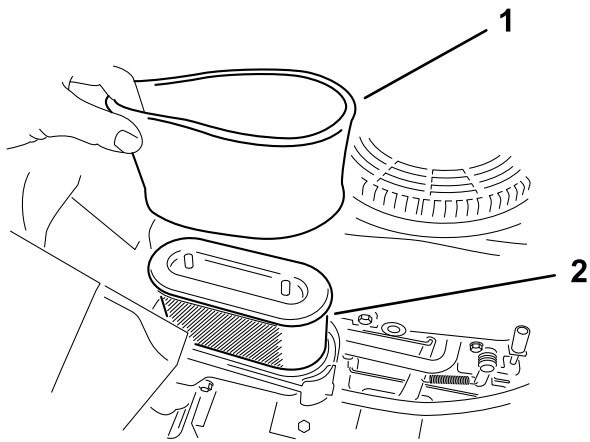

Figure 37
5. Retirez délicatement les éléments en mousse et en papier du boîtier du filtre à air (Figure 37).
**Remarque:** Remplacez-le s'il est très encrassé (Figure 37).
1. Placez l'élément en mousse sur l'élément en papier (Figure 37).